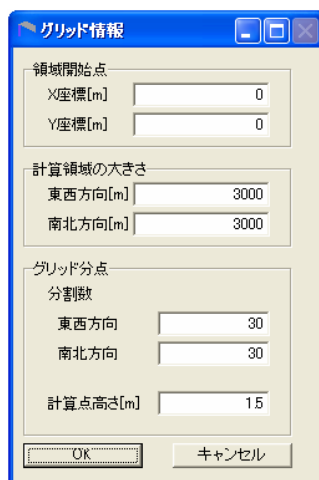

図 6.5-29 グリッド情報
- 4) 再度、 (青) を押して、グリッド情報を表示させます。領域開始点の位置、計算領域の大きさを確認します。必要があれば修正可能です。グリッド分点の数は東西と南北で 3km×3km の範囲を 100m 刻みで計算するには、30 とします(図 6.5-29)。